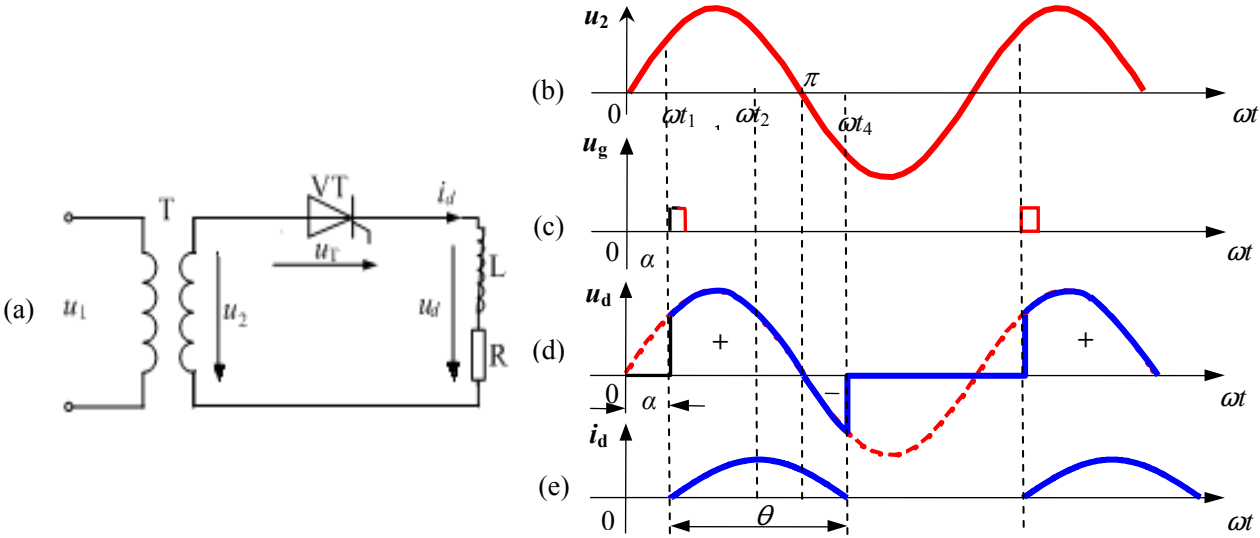

图 8 单相半波整流电路
4. （5 分）图 8(a)所示单相半波整流电路，电感性负载，工作波形如图 8(b)、(c)、(d)、(e)所示，试分析  $\omega t_1 \sim \omega t_4$  能量平衡关系，即交流电源  $u_2$ 、电感  $L$ 、电阻  $R$  输出能量、吸收能量，或者消耗能量情况，填入下表中。